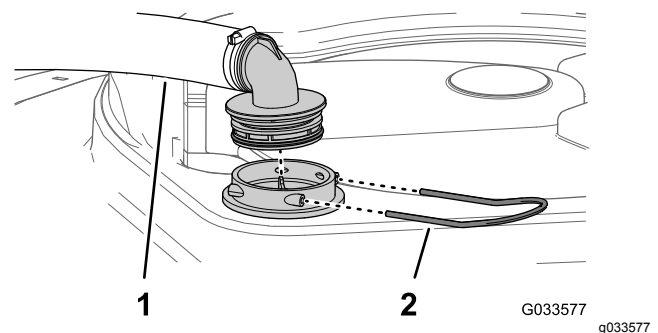

Bild 28
2. Nehmen Sie oben am Sprühbehälter den Halter ab, mit dem das Schlauchanschlusstück befestigt ist, das am dicken Schlauch und dem Filtergehäuse angeschlossen ist (Bild 28).
3. Nehmen Sie den Schlauch und das Schlauchanschlusstück vom Filtergehäuse ab (Bild 28).